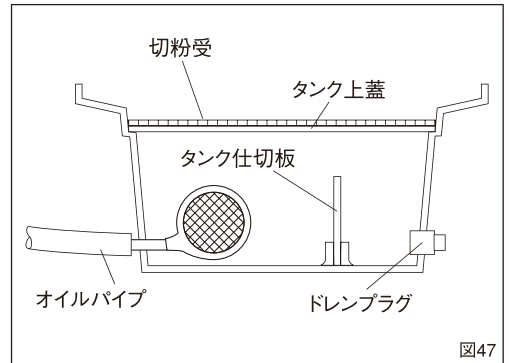

図47
3. オイルタンクの清掃 (図47)
細かい切粉がタンク内にたまりますので月に1回程度タンク内をきれいに掃除してください (図47)。